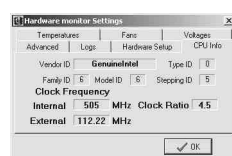

图5
2. CPU info(CPU信息)板块:这个板块提供CPU的信息(图5),不需要设置,从图中大家可以看出笔者的CPU是Celeron 300A超频到505MHz使用,4.5的倍频,112MHz的外频。